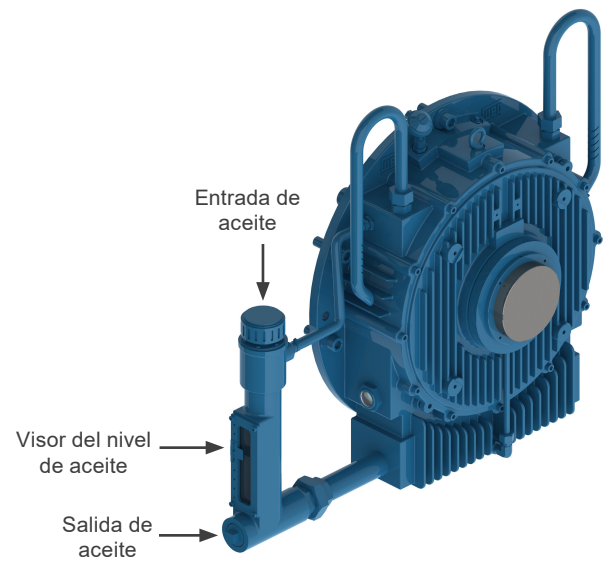

Figura 8.2: Cojinete horizontal de rodamiento lubricado por aceite
- Drene el aceite a través del drenaje localizado en la parte inferior de la carcasa del cojinete (ver Figura 8.2 de la página 149).